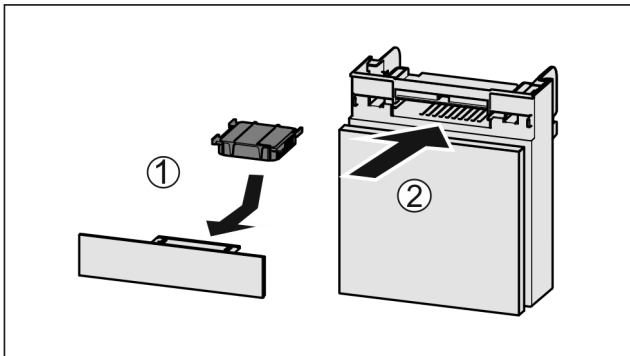

Fig. 171
- ▶ Actiefkoolfilter overeenkomstig afbeelding aanbrengen Fig. 171 (1).
- ▶ Lade erin schuiven Fig. 171 (2).